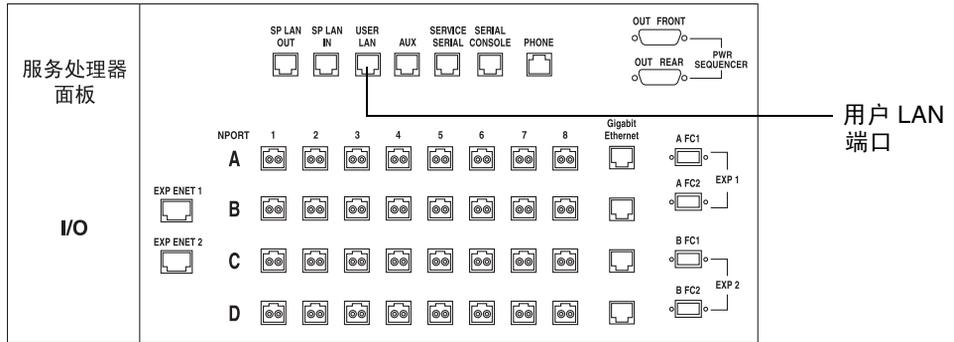

图 2-21 局域网连接
2. 将 RJ-45 电缆连接至服务面板后部的用户 LAN 端口（图 2-21）。